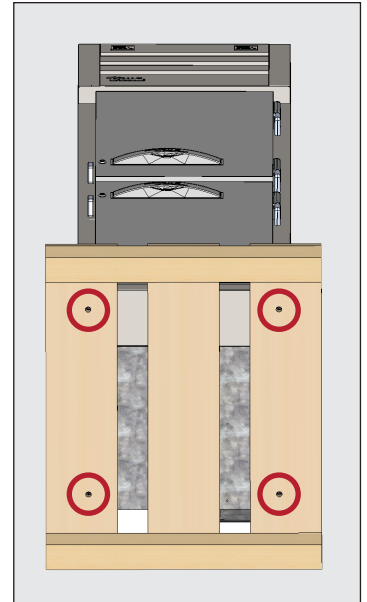

Fig. 2. Ubicaciones de los pernos de transporte.
2. Con una llave ajustable, retire todos los pernos de transporte que aseguran el patín de madera a la parte inferior del equipo. Consulte las figs. 2 y 3.